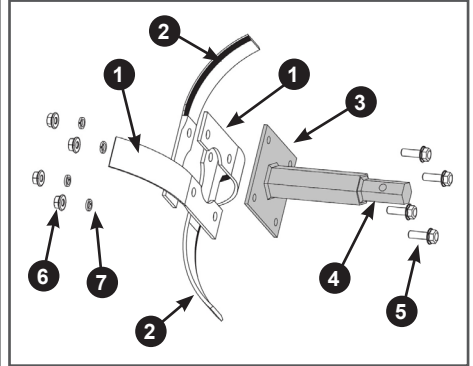

Рис. 16. Сборка дополнительной секции оси фрезы
5. Установите ножи на дополнительную секцию оси фрезы. Со стороны шестигранного хвостовика 1 оси вставьте в отверстия во фланце 2 оси болты 5, далее в соответствии с рисунком 16 на противоположной от хвостовика 1 стороне фланца 2 оси установите правые ножи 3 (имеющие изгиб в сторону от хвостовика). После этого, установите левые ножи 4 (имеющие изгиб к хвостовику 1) как показано на Рис. 16, затем установите пружинные шайбы 6 и закрутите гайки 7 (Рис. 16). Затяните все резьбовые соединения.